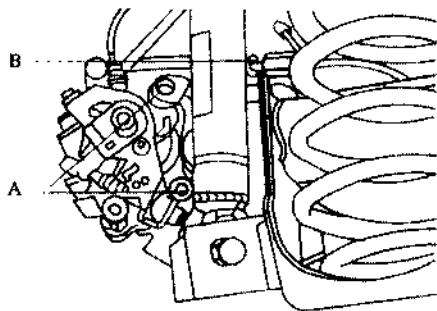
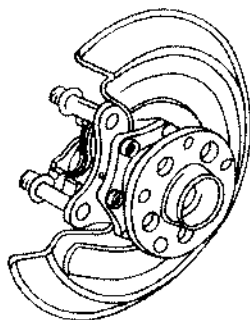

图 7.42 松开螺栓 A
图 7.43 将车轮轴承与挡板一同拆下
- ① 松开车轮螺栓。
- ② 举起车。
- ③ 拆下车轮。
- ④ 松开螺栓 A, 如图 7.42 所示。用金属线将制动钳壳体捆到车身上。
- ⑤ 拆下转速传感器卡夹。
- ⑥ 用专用工具 80-200 从车轮轴承总成上撬下转速传感器。
- ⑦ 拧下车轮总成上的内六角螺栓, 将车轮轴承与挡板一同拆下, 如图 7.43 所示。